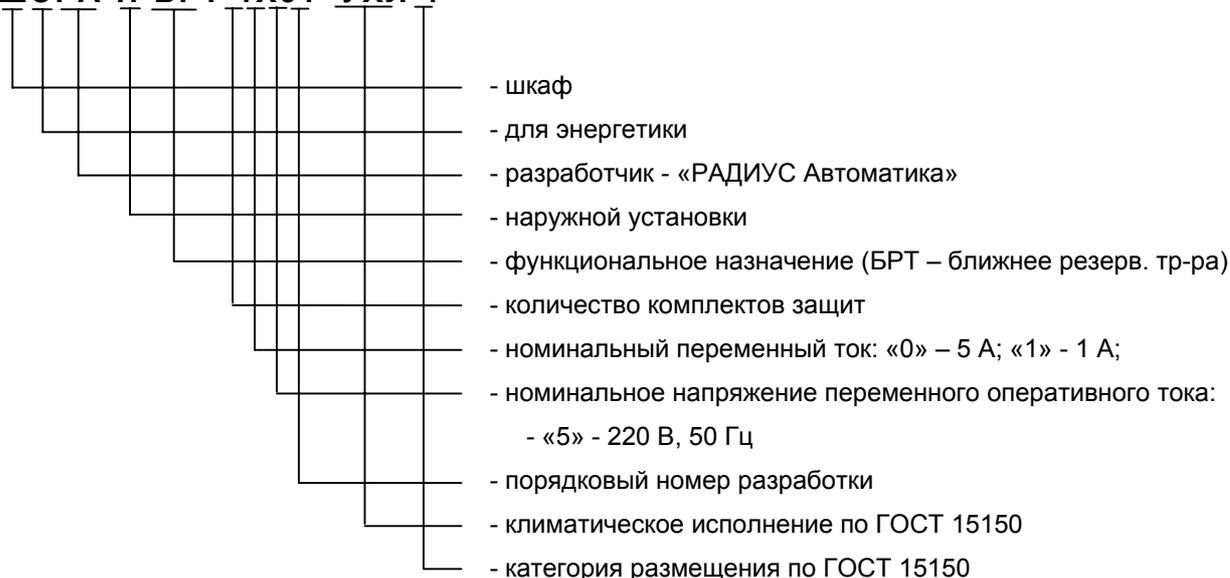

Рис.1 Структура условного обозначения
1.1.1.2 Каждый шкаф выполнен по индивидуальной карте заказа (смотри приложение А). Исполнение и функциональное назначение шкафа отражается в структуре его условного обозначения, представленного на рис.1.